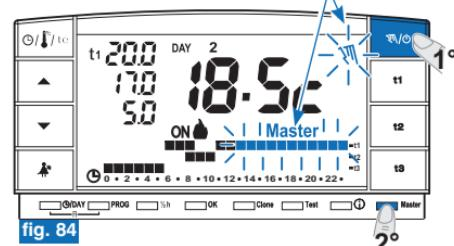

fig. 84
- Sul cronotermostato MASTER premere brevemente il tasto “” per entrare in funzionamento manuale temporaneo; appare lampeggiante il simbolo “” (vedere dettagli al paragrafo 7.1 punto A) (esempio in fig. 84).